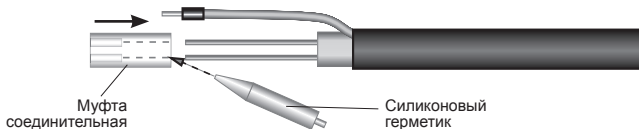

Рисунок 5
5.1.5. Заполнить соединительную муфту силиконовым герметиком и надвинуть ее на токопроводящие жилы и изолированную матрицу нагревательного кабеля до экранирующей оплетки (см. рис. 5).